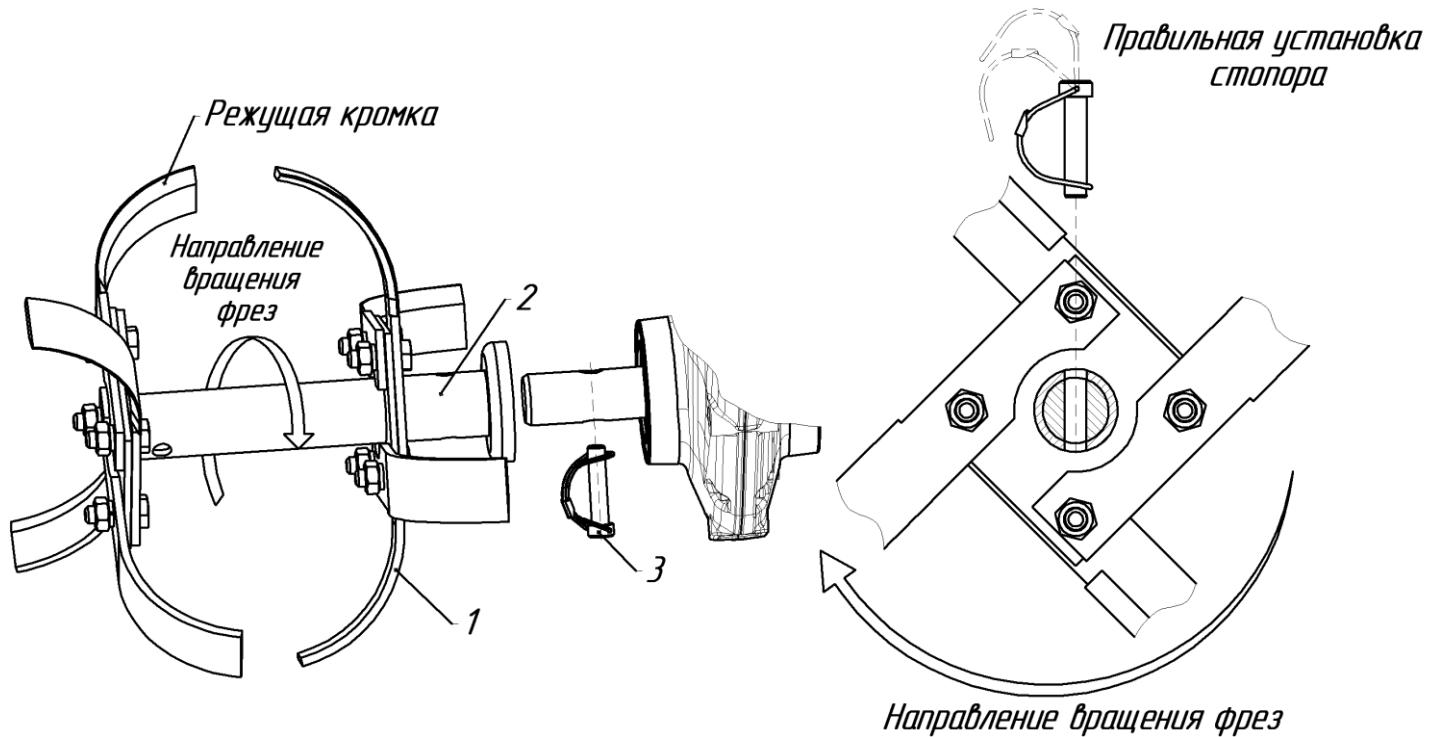

Рис.10 Установка 4-х фрез-культиваторов
8. Установить МК в парковочное положение (рис.4). Установить фрезы-культиваторы на полуоси редуктора и зафиксировать их стопорами. Стопоры устанавливать спинкой (выгнутой частью) по ходу движения (рис.10, 11).
Установите на полуоси и закрепите стопорами необходимое количество фрез-культиваторов (рис.10, 11), установите закрылки и наденьте защитные очки.